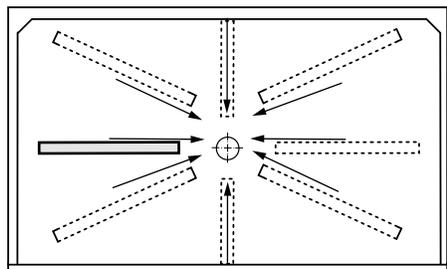

Figura 8
- 3** Coloque un nivel como se muestra en la Figura 8 y verifique que hay pendiente hacia el desagüe.